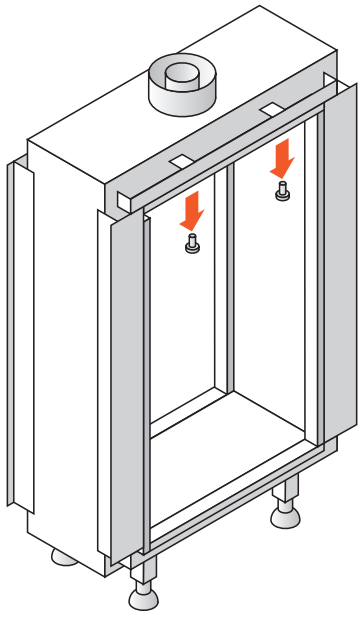

Abb. 10.4 Abschrauben von die obere Verkleidung
- Entfernen Sie beide Seitenverkleidungen. Sie werden durch magnetische Clips gehalten (Abbildung 10.4).